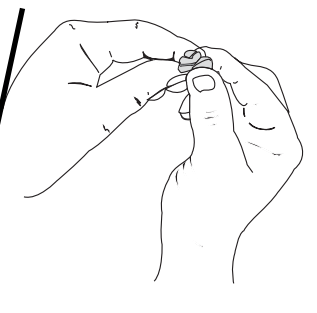

Fig. 29
5. Apriete el filtro para esparcir y retirar el exceso de aceite (Fig. 29).